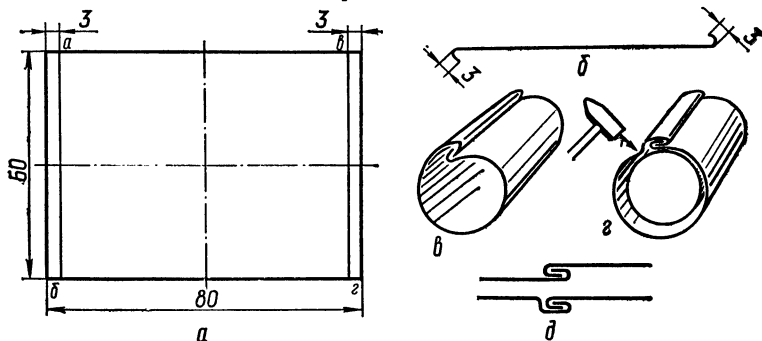

Рис. 134. Соединение простым швом.
Рассмотрим соединение листового металла простым швом на примере изготовления цилиндра. На заготовке из жести размечают прямоугольник (рис. 134, *а*) и вырезают его ножницами. На меньших сторонах прямоугольника параллельно к кромкам размечают линии *аб* и *вг*. По этим линиям на оправке загибают края под прямым углом. На плите догибают эти самые края под острым углом (рис. 134, *б*). Эти загнутые края листового металла для соединения швом называют *фальцами*. Заготовку обгибают вокруг круглой оправки, постукивая по ней узкой киянкой или молотком. Оправкой может быть круглый стержень или труба. Согнутую заготовку снимают с оправки и круглогубцами соединяют загнутые фальцы (рис. 134, *в*). Заготовку с соединенными фальцами снова надевают на оправку и ударами киянки сильнее пригибают фальцы, но не до конца. Ударяя молотком по заготовке (место удара на рис. 134, *г* указано стрелкой), сгибают металл так, чтоб фальцы не могли разъединиться. Киянкой или молотком плотно пригибают фальцы к заготовке. Это и будет соединение простым швом. Торец простого шва показан на рис. 134, *д*.
2. Почему при соединении простым швом металл сгибают так, как показано на рис. 134, *д*?